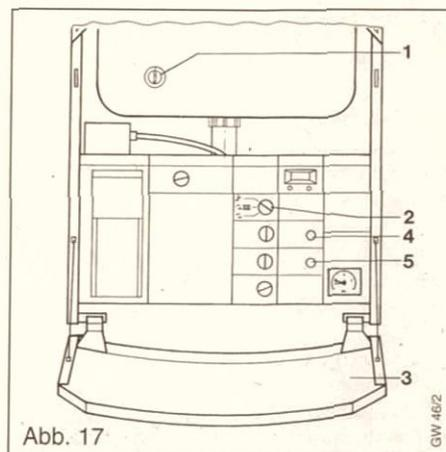

Abb. 17
Der Entstörknopf (4) befindet sich auf der Front des Schaltkastens unterhalb des Displays (Abb. 17).
### Legende zu Abb. 17: